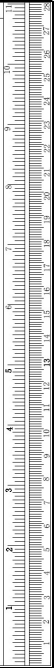

Fig.1
**1.** Posicione el soporte delantero (9) y coloque las arandelas (41) y las tuercas (42), Fig.1.
**2.** Coloque el manillar (15) y el asiento (21) y atorníllelos con los tornillos (36), (37) junto con las arandelas (40), Fig.1.
**3.** Coloque el respaldo (22) y atorníllelo con los tornillos (35) y las arandelas (40), Fig.1.